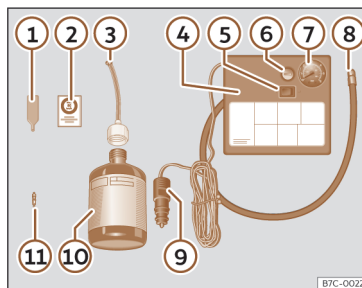

Fig. 42 Representação standard: conteúdo do kit antifuros.
1. Desenrosque a proteção e o obus da válvula do pneu. Utilize o aparelho >>> **Fig. 42** ① para retirar o obus. Coloque-o numa superfície limpa.
2. Agite com força a garrafa de vedante de pneus >>> **Fig. 42** ⑩.
3. Enrosque o tubo de enchimento >>> **Fig. 42** ③ na garrafa de vedante. O selo da garrafa partir-se-á automaticamente.
4. Remova o tampão do tubo de enchimento >>> **Fig. 42** ③ e enrosque a extremidade aberta do tubo na válvula do pneu.
7. Volte a colocar o obus com o aparelho >>> **Fig. 42** ① na válvula do pneu.
1. Enrosque o tubo de enchimento do pneu do compressor >>> **Fig. 42** ⑧ na válvula do pneu.
2. Verifique se o parafuso de evacuação de ar está fechado >>> **Fig. 42** ⑥.
3. Ligue o conector >>> **Fig. 42** ⑨ a uma tomada de corrente de 12 volts do veículo.
4. Ligue o compressor de ar com o interruptor ON/OFF >>> **Fig. 42** ⑤.
11. Cole o autocolante >>> Fig. 42 ② no painel de instrumentos, dentro do campo visual do condutor.